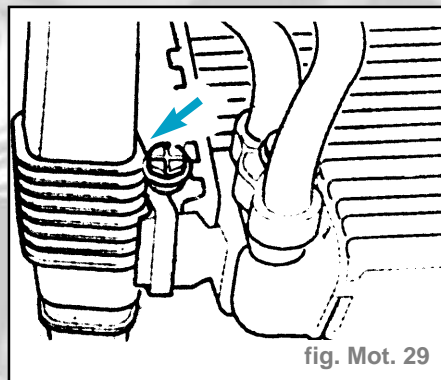

fig. Mot. 29
- Déposer la vis de vidange au bas du radiateur d'eau (fig. Mot. 29).